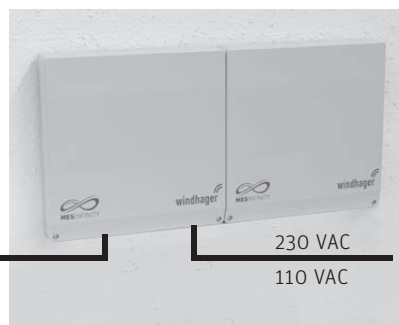

Fig. 91 Moduli funzionali (regolazione MES INFINITY) montaggio a parete
- essere montati a una parete (Fig. 91) – punto 14.1 oppure